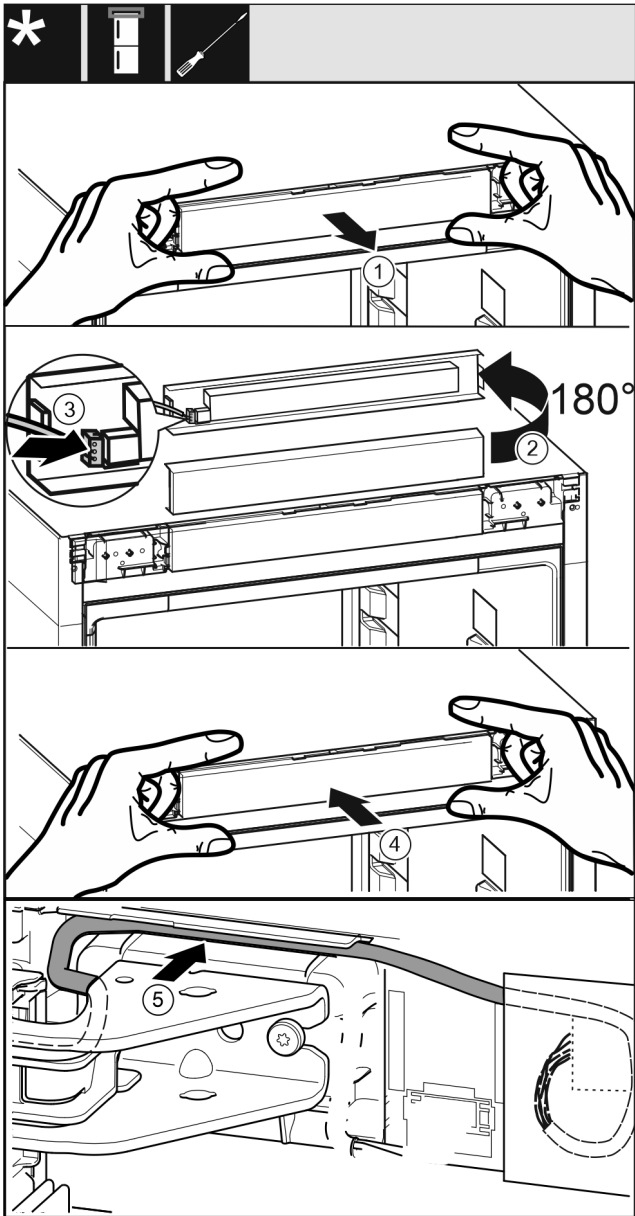

Fig. 32
- ▶ Nxirrni jashtë me kujdes panelin e komandimit. Fig. 32 (1)
- ▶ Rrotulloni shiritin me 180° për nga lart. Fig. 32 (2)
- ▶ Mbërtheni spinën në shiritin e panelit të komandimit. Fig. 32 (3)
- ▶ Mbërtheni sërish në pajisje panelin e komandimit. Fig. 32 (4)
- ▶ Shtroni me kujdes kabllon ngjyrë gri në udhëzuesin mbi bazamentin mbështetës lart. Fig. 32 (5)